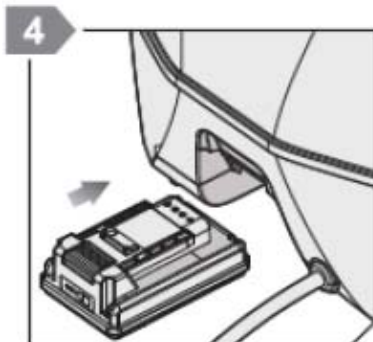

Abb. 19: Einschieben des Akkus
Schritt 5: Setzen Sie den voll aufgeladenen Akku in die Akkubuchse am Gerät ein (Abb.19).